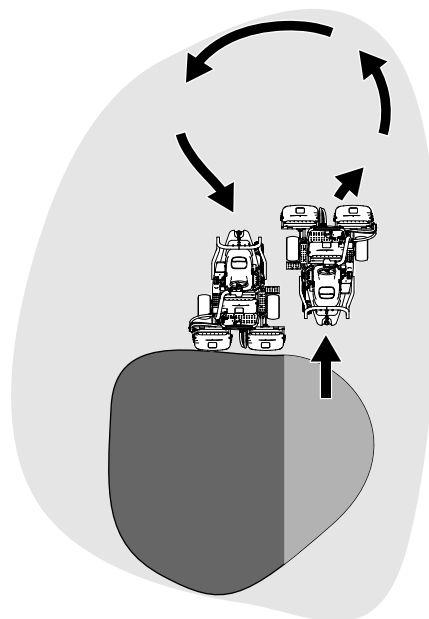

Рисунок 30
6. Чтобы сэкономить рабочее время и облегчить выравнивание для следующего прохода, на короткое время разверните машину в противоположном направлении, а затем направьте ее к нескошенной части. Такое движение машины является поворотом «по каплевидной траектории» (Рисунок 30), позволяющим быстро выравнивать ее для следующего прохода.